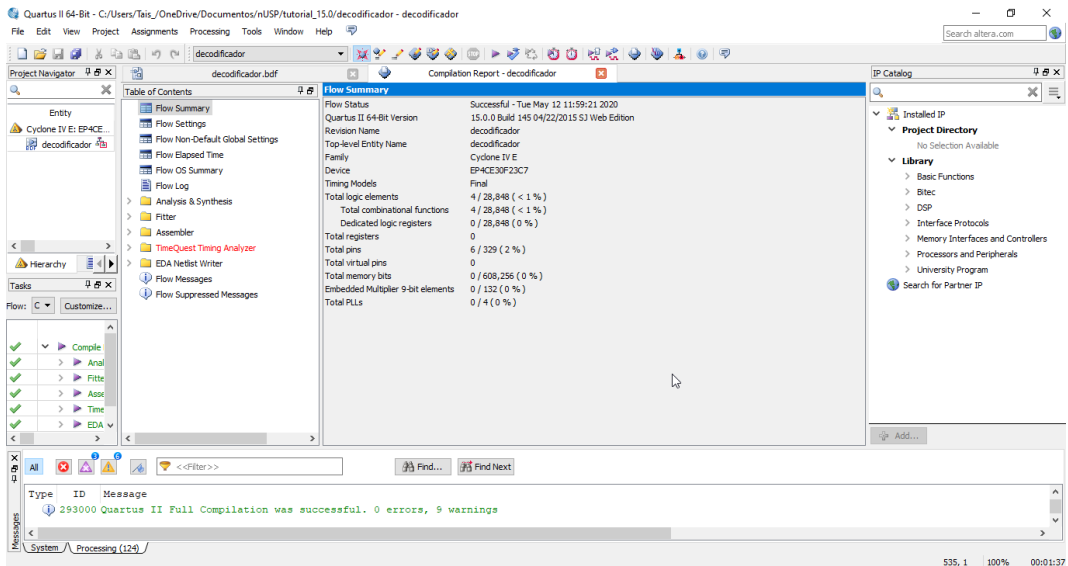
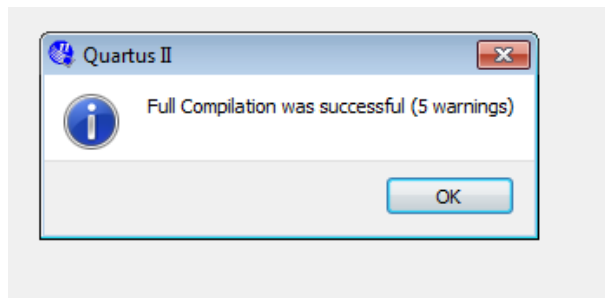

Figura 25: Tela gerada pela compilação de um projeto
Figura 26: Janela de compilação mostrando mensagem de compilação concluída
2. Durante a Compilação, aparecem mensagens de toda a compilação numa janela de Mensagens (Figura 25). É possível selecionar uma mensagem e localizar sua fonte no arquivo de projeto ou outro arquivo. Durante a Compilação, aparece uma tela com as informações sobre o projeto, (Figura 25), como dispositivo usado, família do dispositivo, número de blocos lógicos utilizados no dispositivo, número de pinos usados, etc. Aparece mensagem de compilação concluída, (Full Compilation was successfull) como mostra a Figura 26 se tudo estiver correto. Caso tenha algum erro, a compilação não será concluída e aparece a mensagem “Full Compilation was NOT successfull”. As mensagens sobre os erros da compilação são apresentadas numa janela de Mensagens. Caso essa janela não esteja visível, selecione na barra de ferramentas do quartus a opção VIEW/UTILITY WINDOWS/MESSAGES. É possível selecionar uma mensagem e localizar sua fonte no arquivo de projeto.